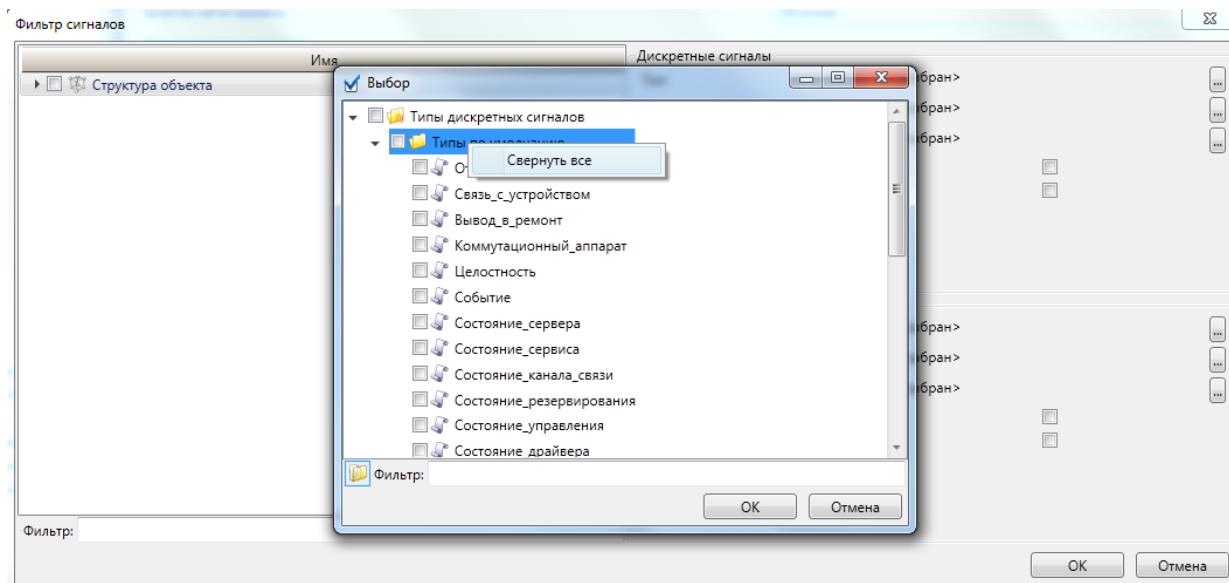

Рисунок 303 – Команда **Свернуть все**
- возможность сворачивания или разворачивания всего, либо текущего и всех вложенных по отношению к текущему, узла структуры данных. Данные функции обеспечиваются командами **Свернуть все** и **Развернуть все** контекстного меню требуемого узла структуры (рисунок 303).